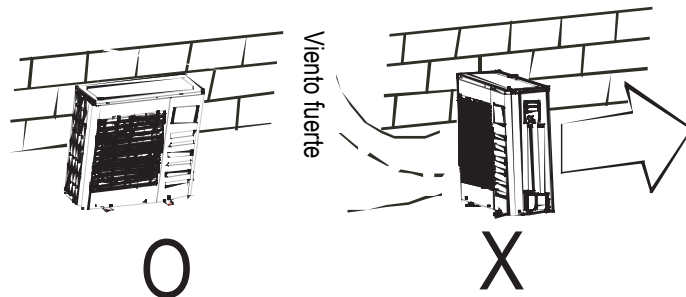

Fig. 6-1
- En los lugares cerca del mar o en altas cotas donde el viento puede ser fuerte, instalar la unidad exterior contra la pared para garantizar el funcionamiento regular. Utilizar una protección si necesario (véase Fig. 6-1)